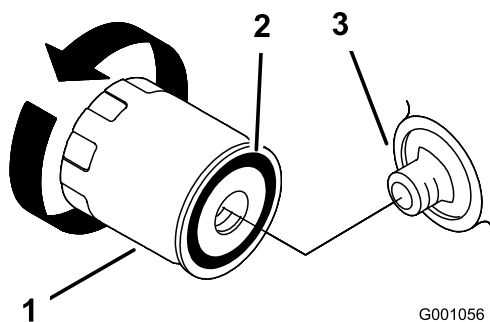

Рисунок 18
- Снимите старый фильтр и протрите поверхность прокладки переходника фильтра (Рисунок 18).
- Нанесите тонкий слой свежего масла на резиновую прокладку нового фильтра (Рисунок 18).
- Установите сменный масляный фильтр на переходник фильтра, поверните масляный фильтр по часовой стрелке, пока резиновая прокладка не войдет в контакт с переходником фильтра, после этого затяните фильтр, повернув его еще 2/3 – 1 оборот (Рисунок 18).